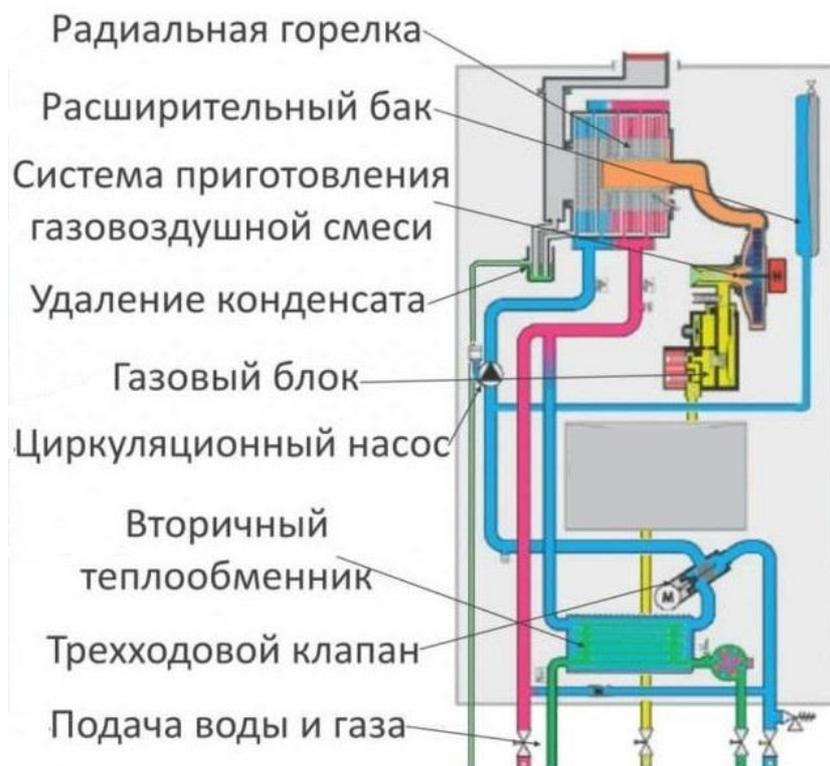

Рис. 3
3.7 Принципиальная схема (рис. 3)